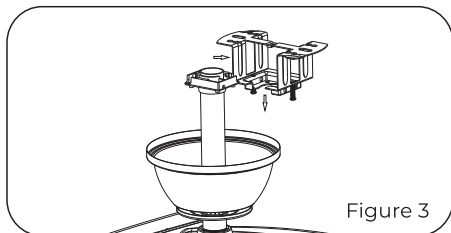

Figure 3
2. Accrochez le ventilateur de plafond au support, puis abaissez-le lentement de manière à ce que la tête et la fente du support soient au même niveau que la position de la base du support (figure 3).